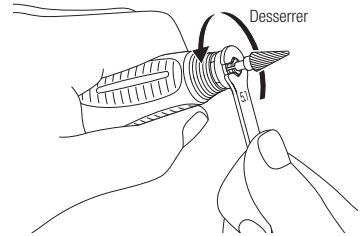

Fig. 7
- 2) Tournez le mandrin dans le sens inverse des aiguilles d'une montre avec la clé fournie avec le produit (Fig. 7).